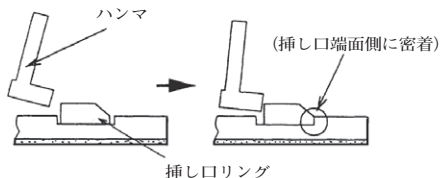

図28 ハンマによる密着方法
- (3) 挿しロッキングをロックリング絞り器で絞った状態で、傷つかないようにプラスチックハンマなどを使って図28に示すように溝部の挿し口端面側に密着させる。